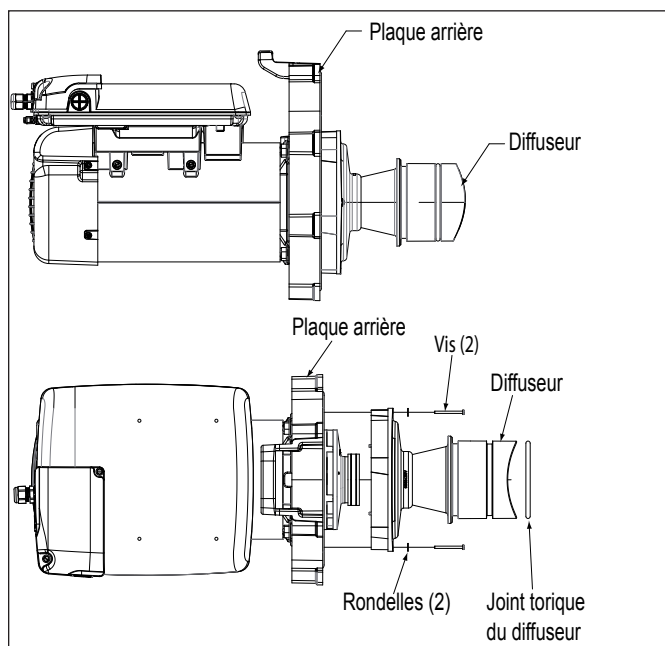

Figure 12. Retirer le diffuseur, moteur Regal Beloit
5. À l'aide d'un tournevis à pointe cruciforme N° 1, ôter les deux (2) vis supportant le diffuseur. (Le diffuseur est le couvercle sur la turbine.) Puis enlever le diffuseur. Voir le figure 12.